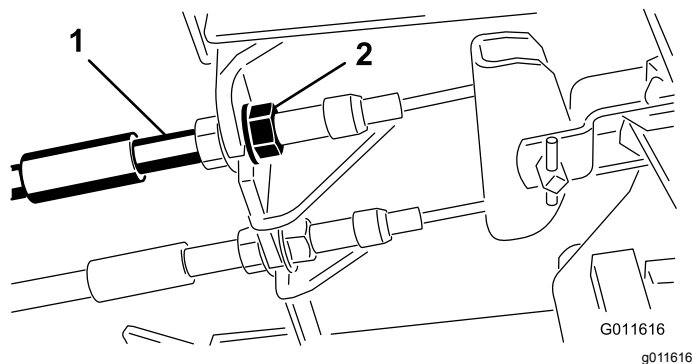

図 45
1. 遊びを減らすブレーキを締めるには、ブレーキケーブルのねじ山の前ナットをゆるめ、後ろのナットを締める 図 45。